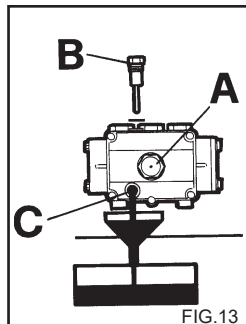

FIG.13
- 2) Skru proppen af ved hjælp af oliepinden (fig. 13).